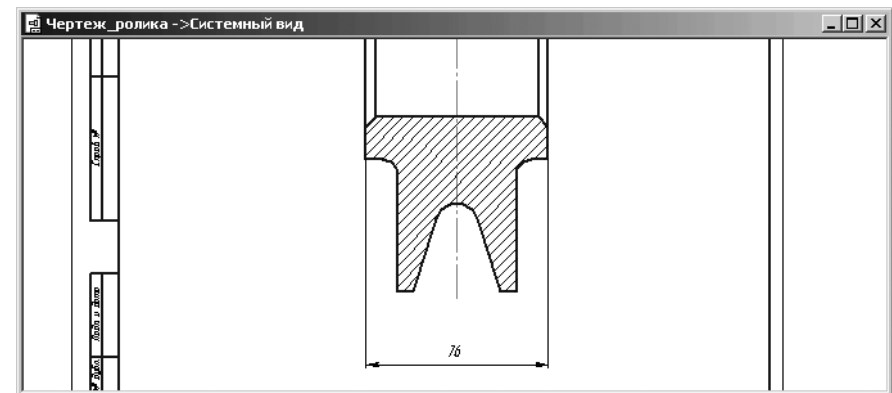

Рис. 4.48. Результат простановки ширины ролика
- переместите курсор к месту установки размерной линии т3 – вниз и щелкните мышью для фиксации ее местоположения. Результат простановки ширины ролика показан на рис. 4.48.